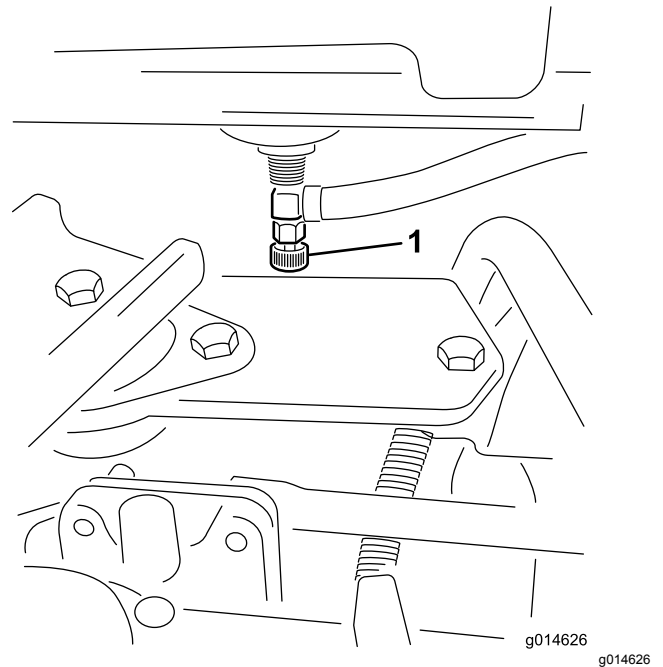

図 42
1. 長期間保管する場合には燃料バルブ 図 42 を閉じておく。